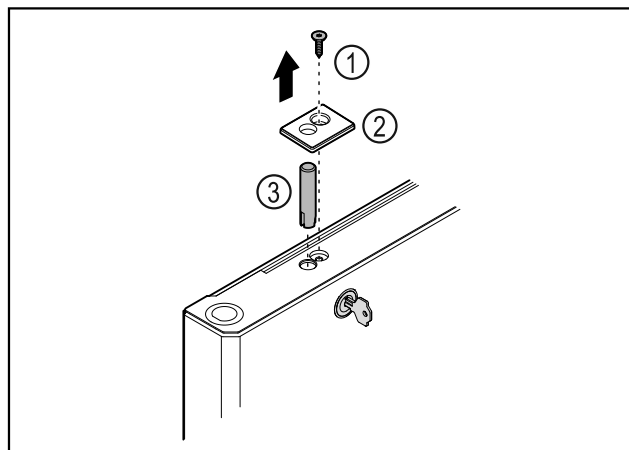

Fig. 39
- Rimuovere la vite Fig. 39 (1).
- Disinnestare la copertura Fig. 39 (2) con l'ausilio di un piccolo cacciavite e rimuoverla.
- Estrarre il perno della serratura Fig. 39 (3).